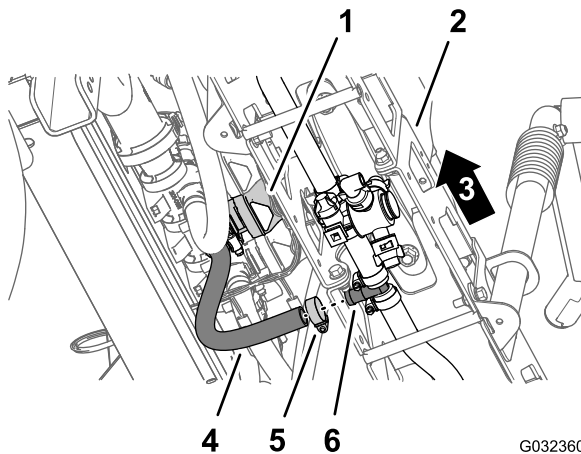

図 43
5. センターブームの下で、センターブームに給液しているホースをバーブ付き T 字フィッティングに固定しているクランプを外す 図 43。